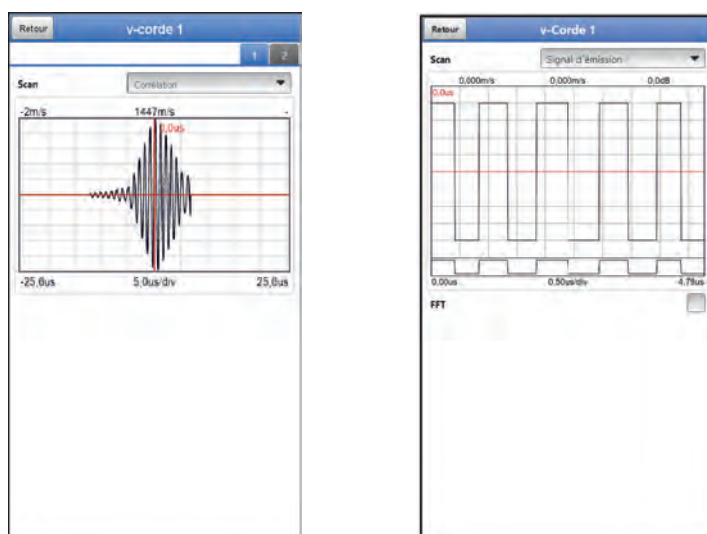

Fig. 46-4 Analyse du signal Corrélation / Signal d'émission
- **>Corrélation<** (Fig. 46-4)
- **>Signal d'émission<** (Fig. 46-4)